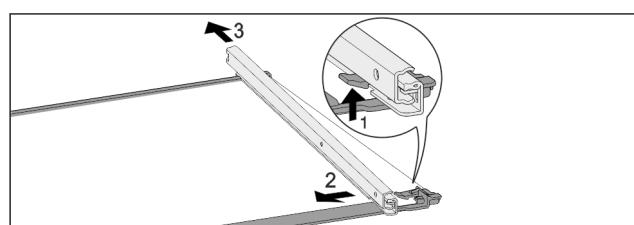

Fig. 69 Стеклянная пластина с направляющими
- Отожмите передний стопорный крючок вверх. Fig. 69 (1)
- Сдвиньте выдвижную направляющую в сторону Fig. 69 (2) и назад Fig. 69 (3).